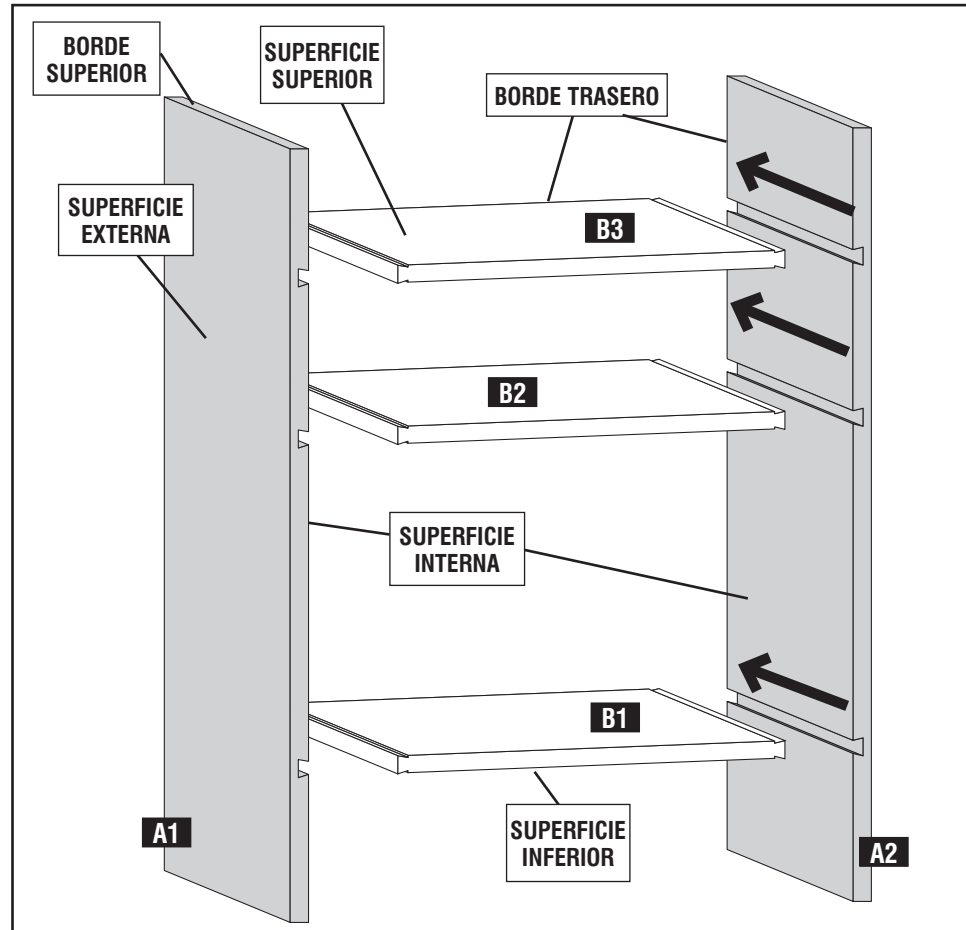
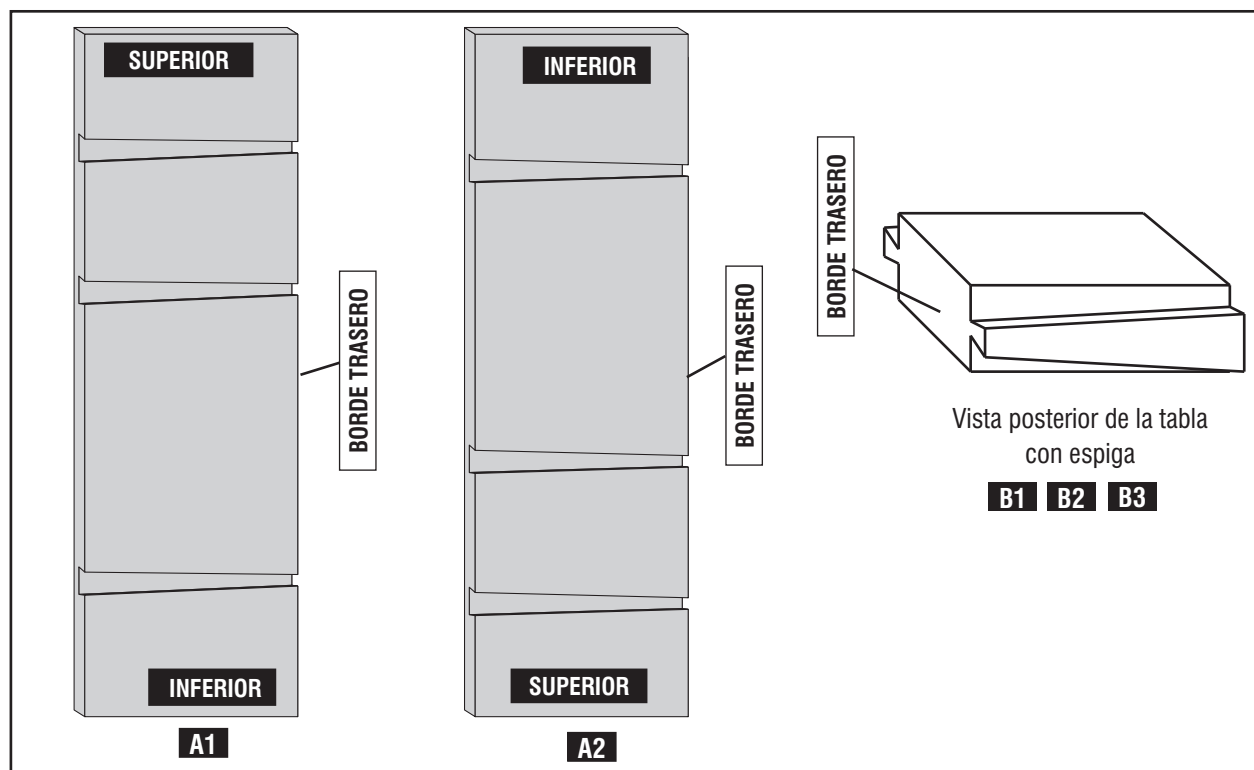
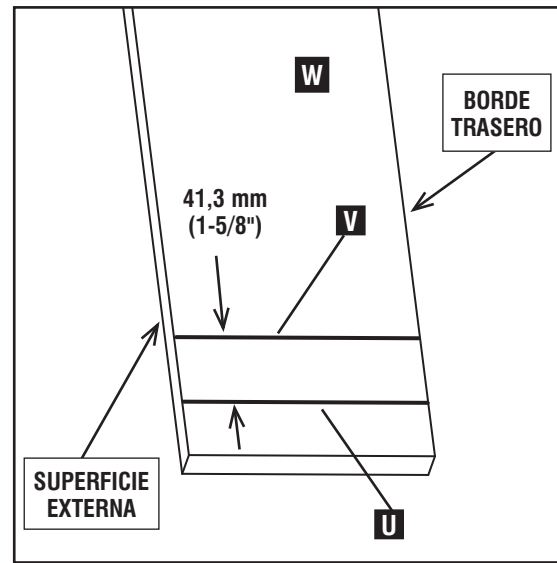

Fig. H3
Fig. H4
Fig. H15
Consulte la Figura H3 mientras ve este ejemplo. Esta figura muestra cómo deberían ensamblarse las piezas de trabajo terminadas y brinda una idea general acerca de cómo se vería el estante.
Un proyecto de estantes típico tendrá dos paneles laterales verticales con varios estantes individuales, como se muestra en la Fig. H3. Coloque una etiqueta "A1" en el panel vertical izquierdo, una etiqueta "A2" en el panel vertical derecho y, en los estantes individuales, comenzando por el estante inferior, una etiqueta "B1", al que le sigue una "B2", etc. En cada panel vertical marque el borde trasero, el borde superior y la superficie externa. En cada estante individual marque el borde trasero, la superficie superior y la superficie inferior. Las marcas que utilice servirán para ubicar las tablas cuando se fijen en la Omnijig. También lo guiarán en el ensamblaje de los estantes terminados. En los paneles verticales (A1 y A2), las ranuras se cortan en la superficie interior. Estos paneles se montan en la horma horizontalmente, con la superficie externa hacia abajo y el borde trasero alineado con el lado derecho de la base de la horma.
Para los estantes (B1, B2 o B3) Fig. H3, el borde trasero se monta verticalmente a la izquierda de la horma, para cortar la espiga.
Después de hacer los cortes para el proyecto como se muestra en la Fig. H3, éstos se verán como las tablas A1 y A2 en la Fig. H4. Los conos exagerados en la ranura y en la espiga (Fig. H4) sirven para mostrar la dirección del cono.
1. La tabla con ranura (panel lateral vertical como se muestra en A1 o A2, Fig H3) se montará en la horma horizontalmente, con la superficie externa hacia abajo y el borde trasero alineado con la parte derecha de la base de la horma. Cuando la tabla esté orientada de esta manera, trace una línea recta (U) Fig. H15 para marcar el centro de la ranura. A partir de esta línea, mida 41,3 mm (1-5/8") y trace otra línea (V) paralela a ésta.